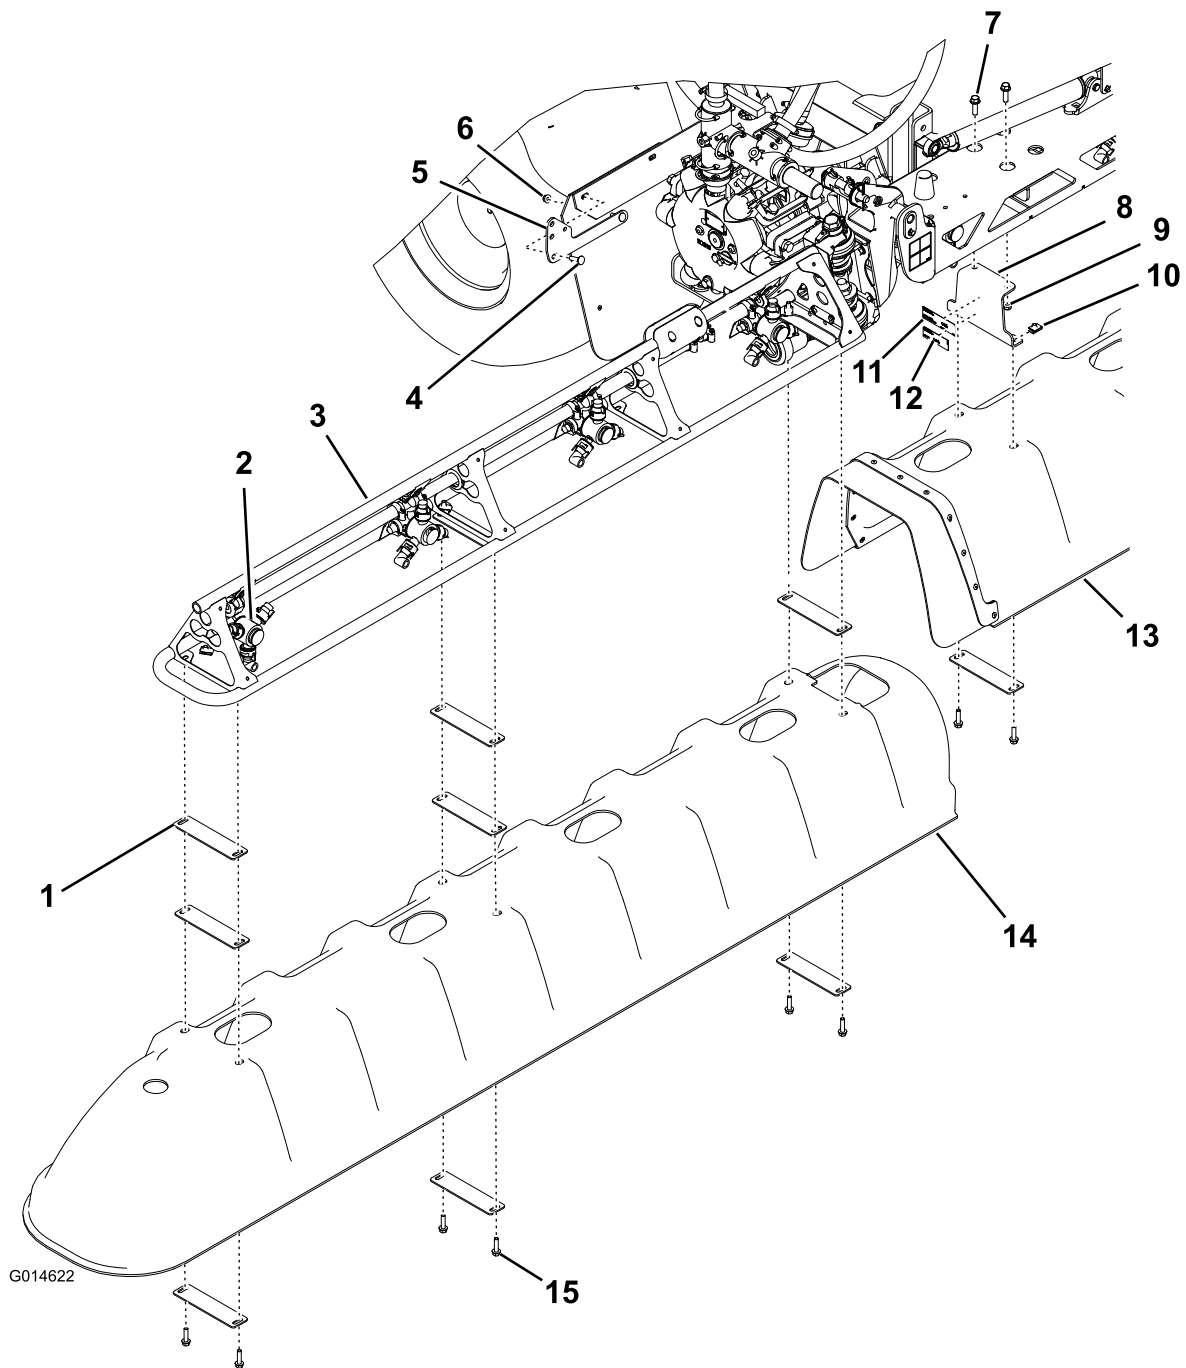

Bild 1
1. Befestigen Sie das Schild mit den Modell- und Seriennummern und das Schild der Aufsichtsbehörde an einer Halterung des mittleren Auslegers, wie in Bild 1 dargestellt.
2. Befestigen Sie jede der zwei mittleren Halterungen mit 2 Sechskantschrauben (3/8 x 1-1/4 Zoll) und 2 Bundmutter (3/8 Zoll) am mittleren Ausleger, wie in Bild 1 dargestellt.
3. Befestigen Sie die mittlere Abdeckung mit 4 U-Mutter, 2 Scheibenplatten und 4 Sechskantschrauben (5/16 x 1-1/4 Zoll) an den Halterungen des mittleren Auslegers, wie in Bild 1 dargestellt.
2. Befestigen Sie eine der Abdeckungen für den Seitenausleger (Bild 1) mit 8 Scheibenplatten, 6 Sechskantschrauben (5/16 x 1-1/4 Zoll) und 6 U-Mutter.
Bundmuttern (5/16 Zoll) an der Maschine, wie in Bild 1 dargestellt.
2. Entfernen Sie das Ablassventil und befestigen es mit dem vorhandenen Klappstecker und der Verbindungsleine an der Befestigungshalterung (Bild 1).